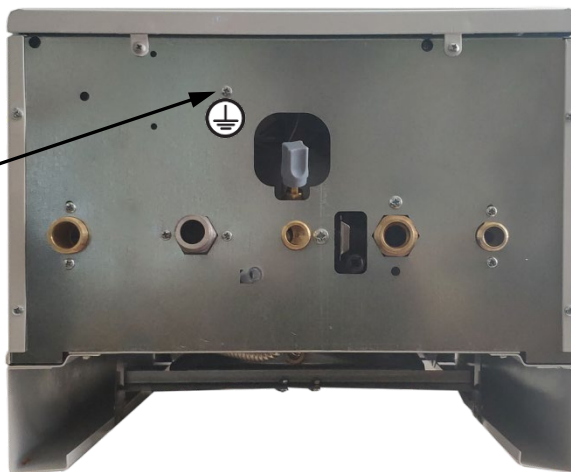

Рис. 15 Заземляющий контакт
- Если котёл подключается к электросети, не имеющей заземляющего провода, можно к заземляющему контакту, располагающемуся на корпусе котла, присоединить отдельный заземляющий провод, то есть заземлить котёл отдельным контуром заземления. Заземляющий контакт находится в нижней части корпуса (рамы) котла (См. Рис. 15).